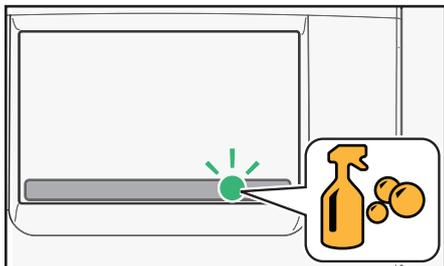

Fig. 5.2 - Icona pulizia
Eseguire il programma di pulizia quando l'icona pulizia appare sul display (fig. 5.2).
- Toccare l'icona pulizia, che viene visualizzata sul touch screen, quando è previsto il lavaggio (fig. 5.2).
- Toccare l'icona pulizia, che viene visualizzata sul touch screen, quando è prevista la pulizia completa (fig. 5.2).